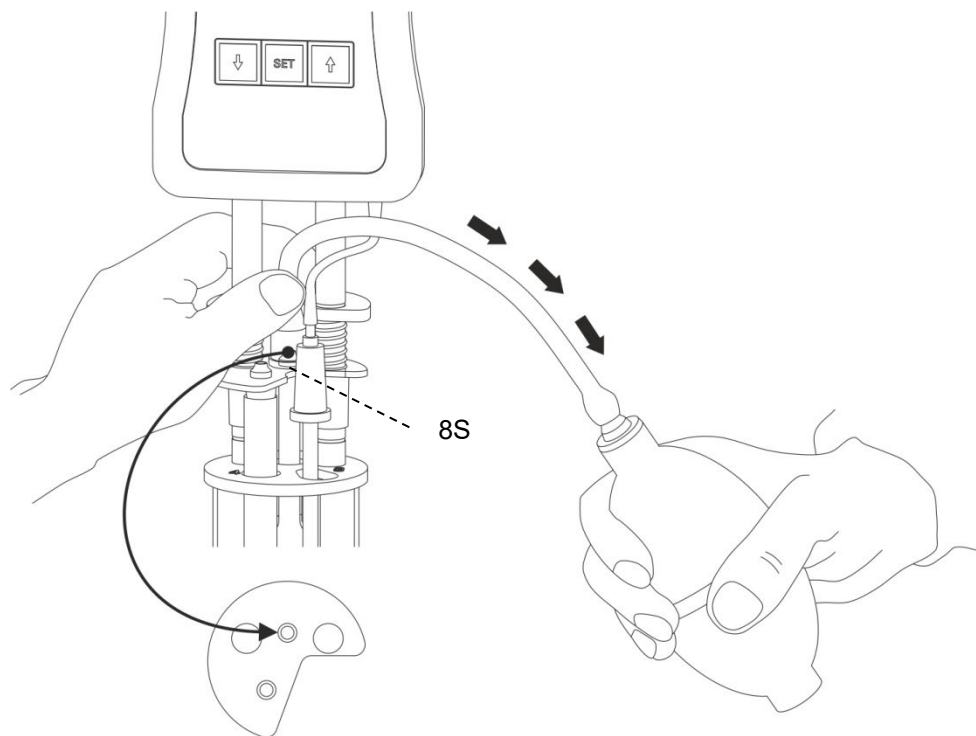

Abb. 9 Saugender Betrieb mit Handpumpe VZ 6554
**Nach dem Drücken der Starttaste (16) keine Probenflüssigkeit mehr mit der Handpumpe in die Messkugel pumpen!** Das eingebaute Belüftungsventil der ViscoClock *plus* ist geöffnet. Bei Verwendung von Ubbelohde-Viskosimetern (mit Belüftungsrohr) und bei drückendem Betrieb würde die Probe über das Belüftungsrohr in die ViscoClock *plus* gepumpt. **Die Folge ist eine Beschädigung des Gerätes!**
(b) auf Silikonstopfen 8S über dem Kapillarrohr (22) bei saugender Arbeitsweise (siehe  **Abb. 9**)